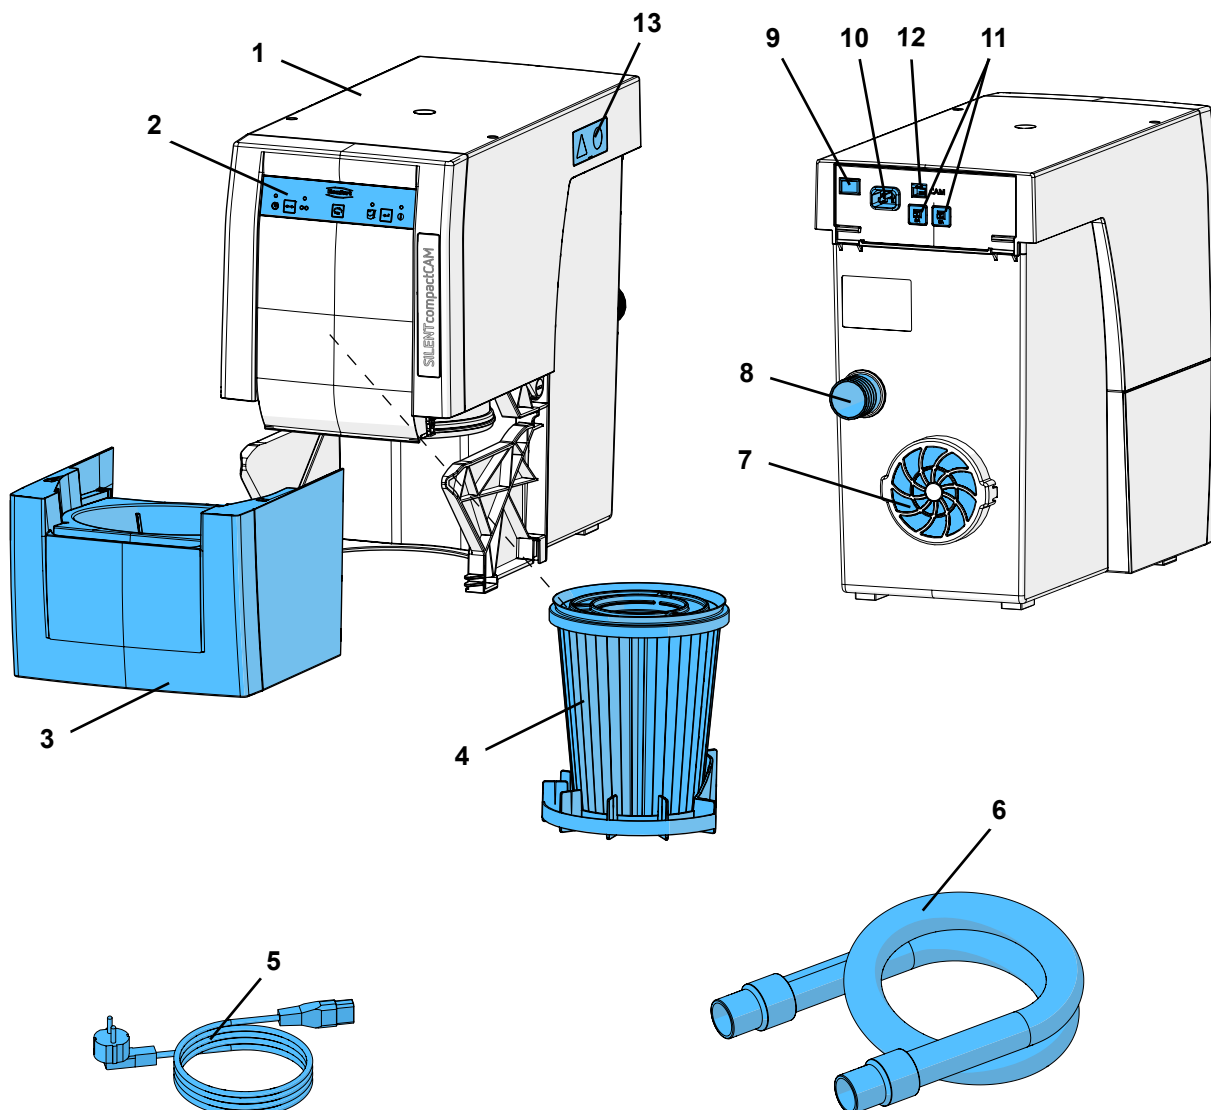

Fig. 1
- a exaustão de ar (7, Fig. 1) não fique obstruída.
- Abertura na parede traseira do armário, mín. 250 x 120 mm, diretamente em frente da saída de ar de exaustão (7, Fig. 1).
⇒ Ligue o cabo elétrico (5, Fig. 1) à ligação da rede elétrica (10).
⇒ Enfie a mangueira de aspiração (6, Fig. 1) no tubo de ligação (8).